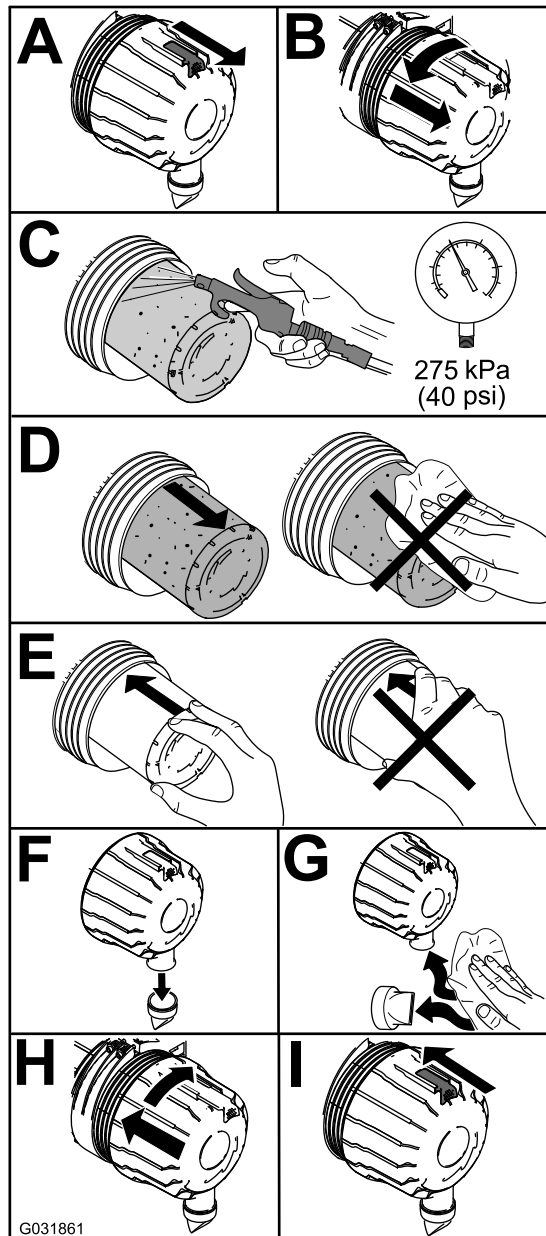

Figure 79
1. Remplacez le filtre à air (Figure 79).